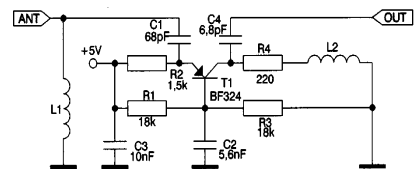
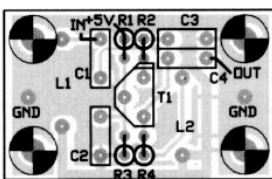

рис. 11
рис. 12
**Широкополосный усилитель УКВ диапазона (80...130 МГц)** описан в журнале "Elektronika praktyczna", Польша, 8/2000, стр.40. Его схема (рис.11) удивительно проста. Транзистор Т1 работает в режиме с общей базой. Сигнал с антенны подается на эмиттер Т1 через конденсатор С1, а выходной сигнал снимается с коллектора Т1 также через конденсатор С4. Элементы подобраны таким образом, что со стороны антенны импеданс равен 75 Ом. Катушка L1 намотана на оправку диаметром 3 мм и имеет 10 витков провода 0,6 мм, катушка L2 – на оправку диаметром 5 мм и имеет 13 витков такого же провода. На рис.12 показана печатная плата устройства.